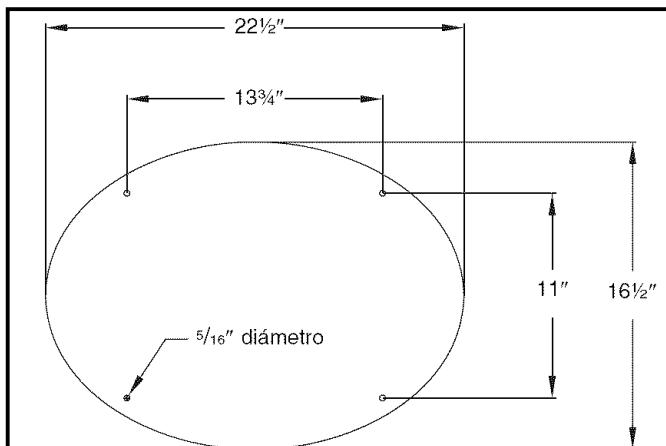

Figura 2 – Dimensión de la Base y Agujeros de Montaje
Consulte la Figura 2, la página 12.
- La Figura 2 muestra las dimensiones de la base y los orificios de montaje.